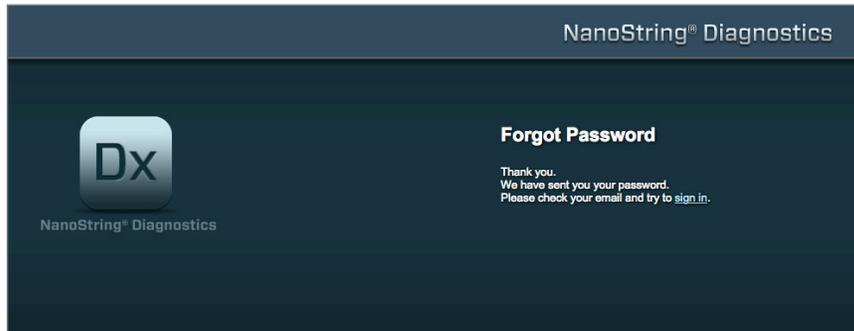

FIGURA 4.4: A página de confirmação após o pedido de uma palavra-passe
- Se o sistema nCounter encontrar um perfil correspondente, a palavra-passe será enviada por correio eletrónico para o endereço registado (FIGURA 4.4).